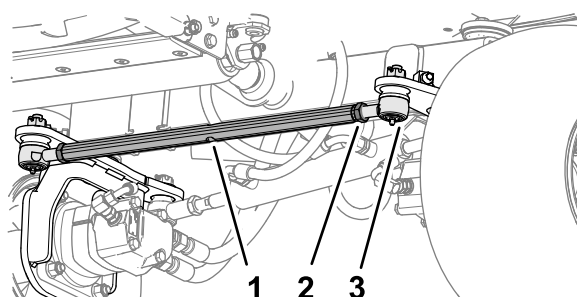

Figura 62
de varilla de acoplamiento al extremo de la varilla (**Figura 62**).
2. Alinee las ruedas girando la varilla de acoplamiento (**Figura 62**).
5. Apriete las 2 tuercas autoblocantes para fijar el conjunto de varilla de acoplamiento y los extremos de la varilla (Figura 62).